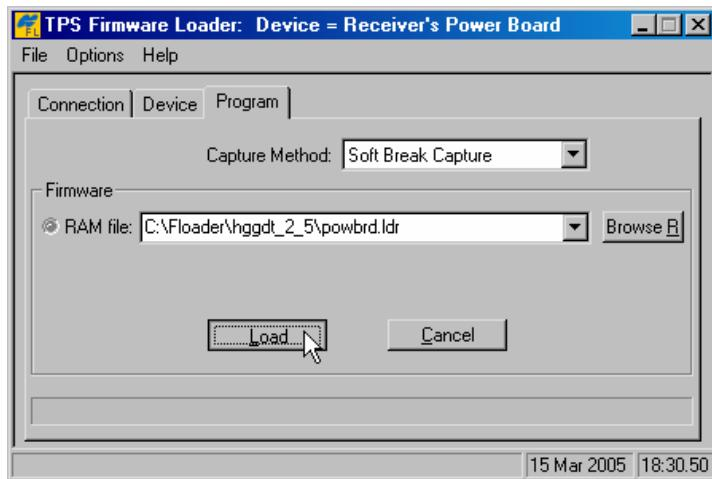

Рисунок 5-22. Вкладка Program
6. Выберите вкладку *Program* (*Программа*) и выберите значение *Soft Break Capture* для поля *Capture Method*, см. рис. 5-22.
7. Выберите файл для ОЗУ платы питания см. рис. 5-22.